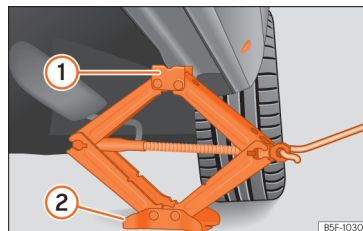

Fig. 192 Longarina: colocação do macaco do veículo.
- Rode a manivela do macaco, colocado por baixo do ponto de apoio da longarina, para levantá-lo até que o ressalto ① » Fig. 192 se encontre por baixo do alojamento previsto.
- Alinhe o macaco de forma a que a patilha ① «encaixe» no alojamento previsto da longarina e que a placa base móvel ② fique apoiada no chão. A placa base ② deve ficar colocada na vertical relativamente ao ponto de apoio ①.